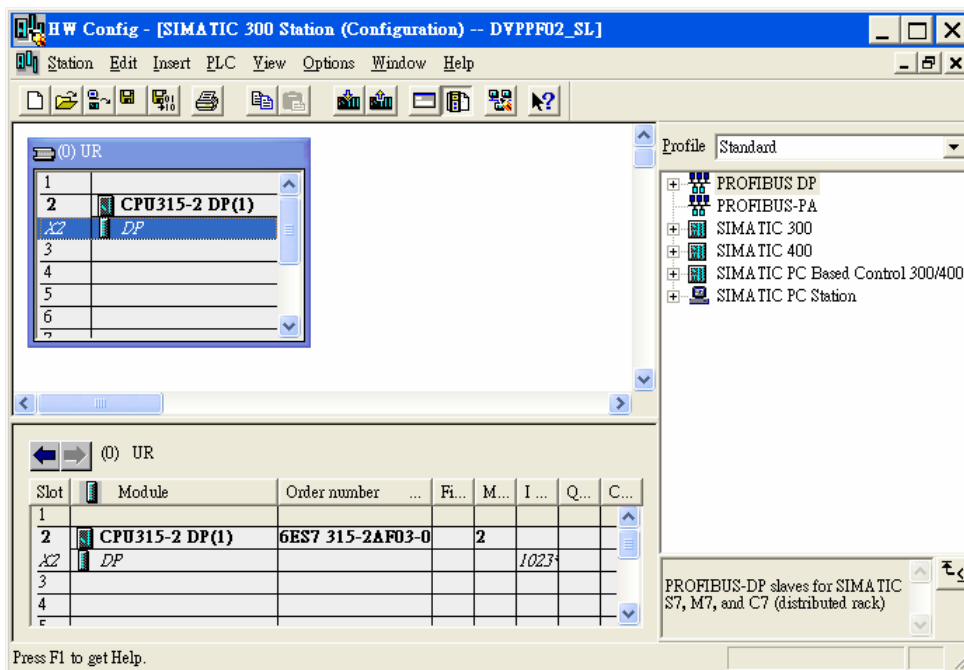

图 10-10
2. 在 HW Config 窗口中，双击图 10-10 所示左栏内选中的 DP 处会出现一个新的对话框。